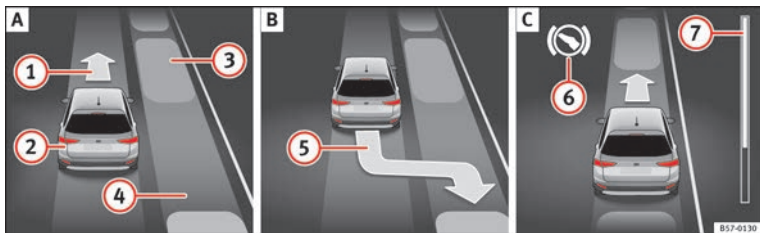
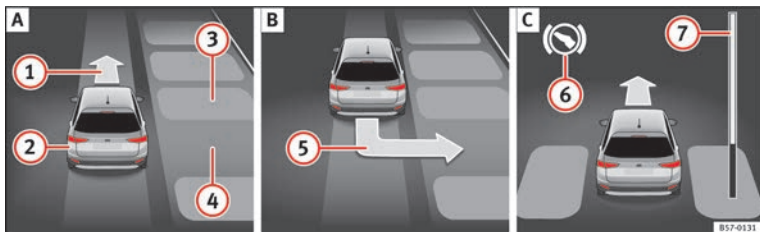

Abb. 212 Im Display des Kombiinstrumentes: parallel zur Fahrbahn einparken. **A**) Parklücke suchen. **B**) Position zum Einparken. **C**) Rangieren.
Abb. 213 Im Display des Kombiinstrumentes: quer zur Fahrbahn einparken. **A**) Parklücke suchen. **B**) Position zum Einparken. **C**) Rangieren.
Legende zu **Abb. 212** und **Abb. 213**:
» **Abb. 212** 7 bzw. » **Abb. 213** 7 im Display des Kombiinstrumentes zeigt symbolisch die noch zu fahrende relative Distanz an. Je länger die Distanz ist, desto größer ist der Füllstand des Fortschrittsbalkens. Bei Vorwärtsfahrt nimmt die Füllung des Fortschritts-
2.	Beachten Sie auf der Anzeige im Display des Kombiinstruments, ob die Parklücke als „geeignet“ erkannt und die richtige Position zum Einparken erreicht wurde » Abb. 212  bzw. » Abb. 213  .
ODER: fahren Sie zurück, bis auf dem Display des Kombiinstruments die Anzeige für Vorwärtsfahren » Abb. 212  oder » Abb. 213  erscheint.
9.	Der Parklenkassistent lenkt das Fahrzeug so lange beim Vorwärts- und Rückwärtsfahren, bis das Fahrzeug gerade in der Parklücke steht » Abb. 212  bzw. » Abb. 213  .